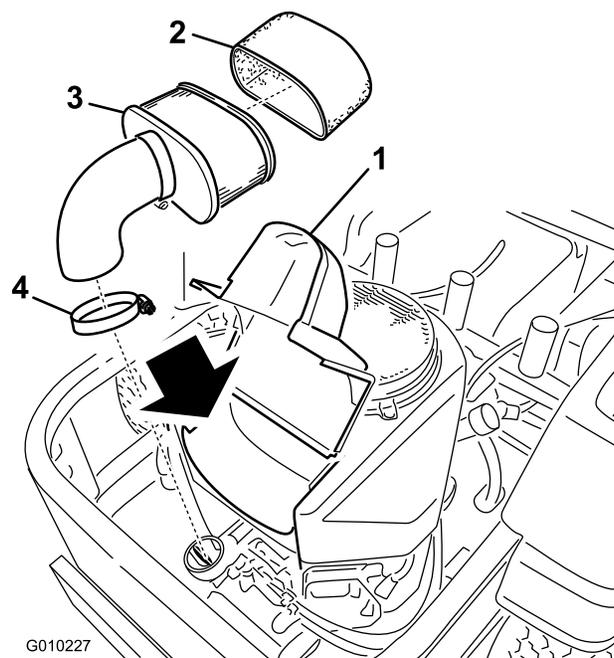

Figure 29
3. Nettoyez la surface autour du filtre à air pour éviter que des impuretés ne s'introduisent dans le moteur et l'endommagent. Desserrez les deux boutons en plastique sur le couvercle et déposez le couvercle du filtre à air Figure 29.
4. Sortez délicatement l'élément en mousse de l'élément en papier (Figure 29).
5. Dévissez les écrous à oreilles et retirez l'élément en papier (Figure 29).